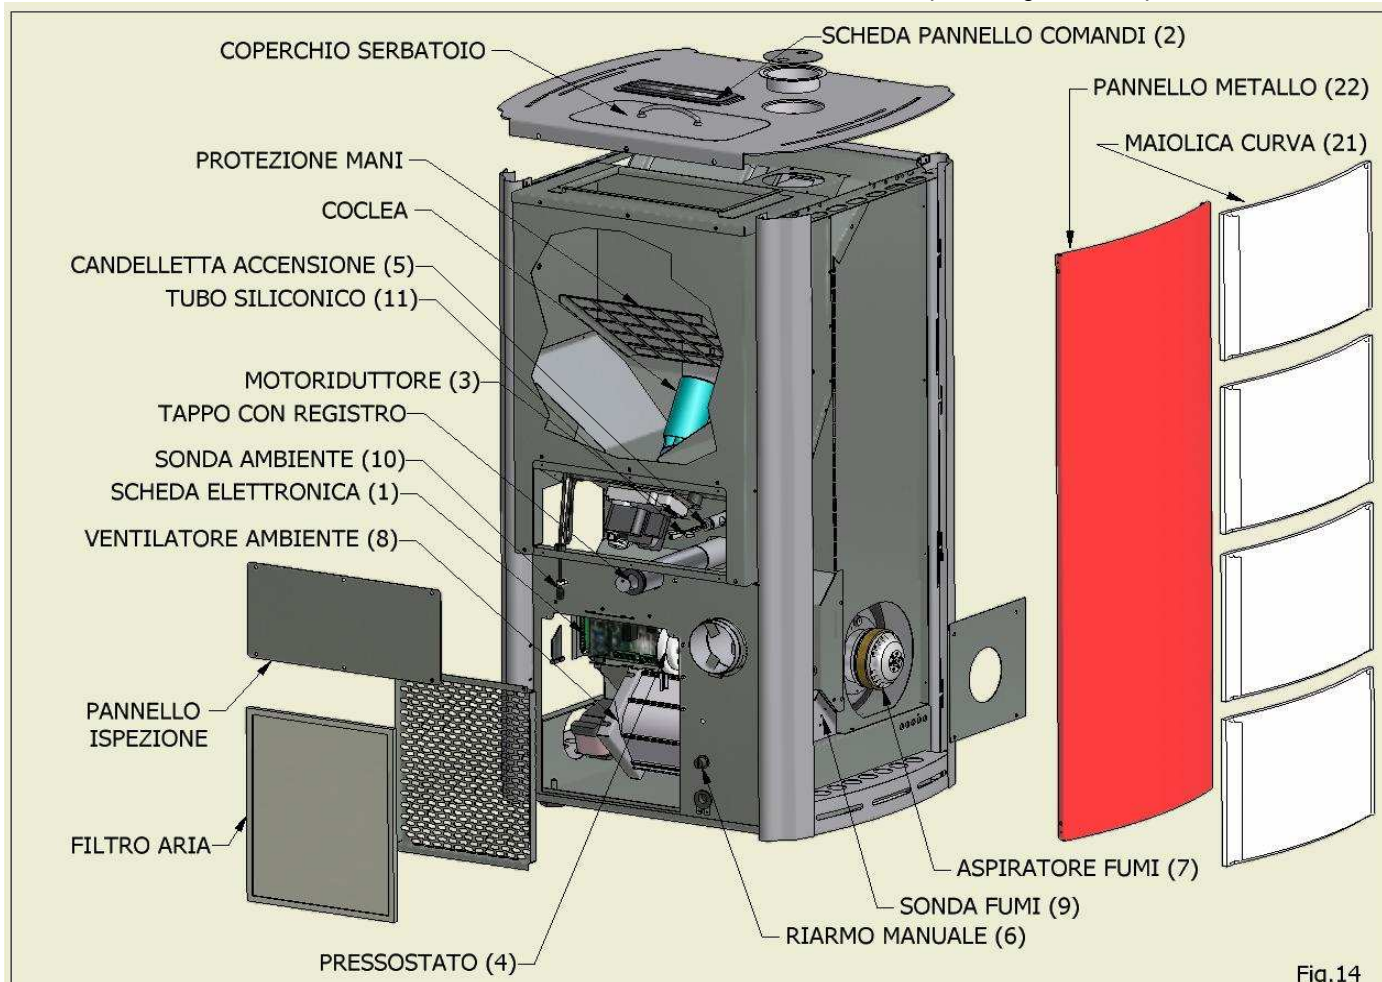

Fig.14
Pulire annualmente il ventilatore ambiente e il ventilatore fumi da cenere o polvere la quale causa uno sbilanciamento delle pale e una rumorosità maggiore (vedi fig.14 pag.19.). Data la delicatezza dell'operazione si deve far eseguire tale pulizia da un tecnico specializzato.
Diamo alcune indicazioni per il tecnico da adoperarsi per accedere alle parti meccaniche della stufa, procedere come segue (vedi fig.14):
- Stufa con fianchi in metallo: svitare il coperchio. Svitare i fianchi laterali dx e sx e sfilarli dalla loro sede. (vedi fig.14)
- Togliere il filtro posteriore, la griglia di protezione interna e il pannello di ispezione (vedi fig.14). fare attenzione all' incastro inferiore della griglia per il rimontaggio.